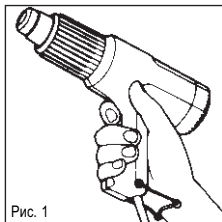

Рис. 1
При эксплуатации инструмента в руке (рис. 1) держите HL 1800 E следует как термолепеший пистолет или электродель – за рукоятку (2) и при этом регулировать указательным пальцем ступенчатый переключатель (3).